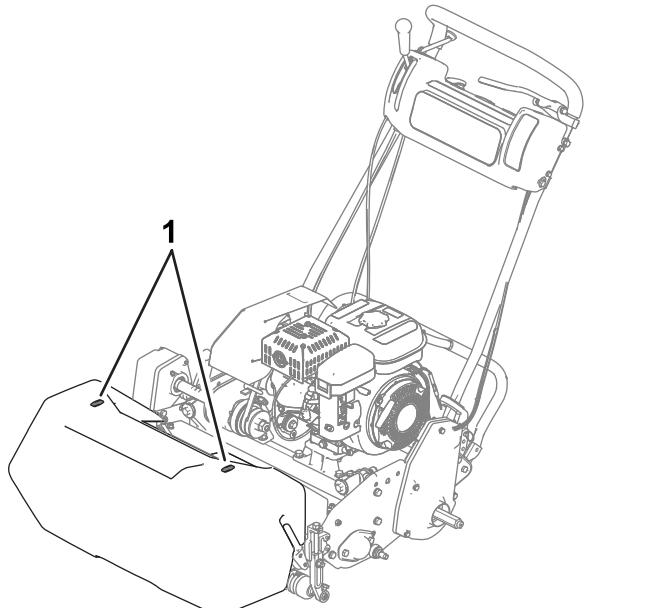

图20
- 为帮助剪草机保持在果岭上的直线操作且和上一道剪草边缘的距离保持均衡应使用集草斗上的对准条图20。